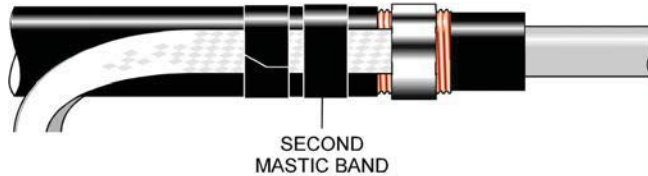

FIGURE 4
STEP 15: WRAP A SECOND MASTIC STRIP, ON TOP OF THE FIRST ONE AND OVER THE SOLDER BLOCKS ON THE TAILS. INSTALL ONLY ONE (1) LAYER OF THIS MASTIC. DISCARD ANY EXCESS. MASH THIS MASTIC TIGHTLY ONTO THE FIRST MASTIC LAYER AND THE SOLDER BLOCK ON THE GROUND BRAID. SEE **FIGURE 4.**